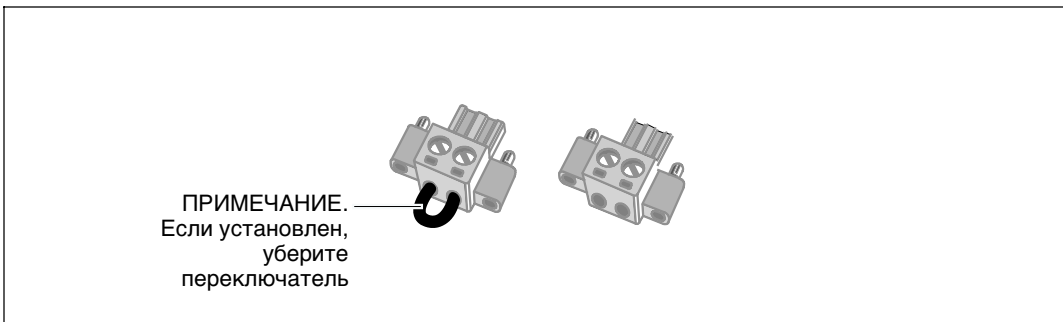

Рисунок 18. Коннектор REPO
**ПРИМЕЧАНИЕ:** Убедитесь в том, что в коннекторе REPO не установлен переключатель. Если переключатель установлен, уберите его перед соединением с портом REPO. См. Рисунок 18.